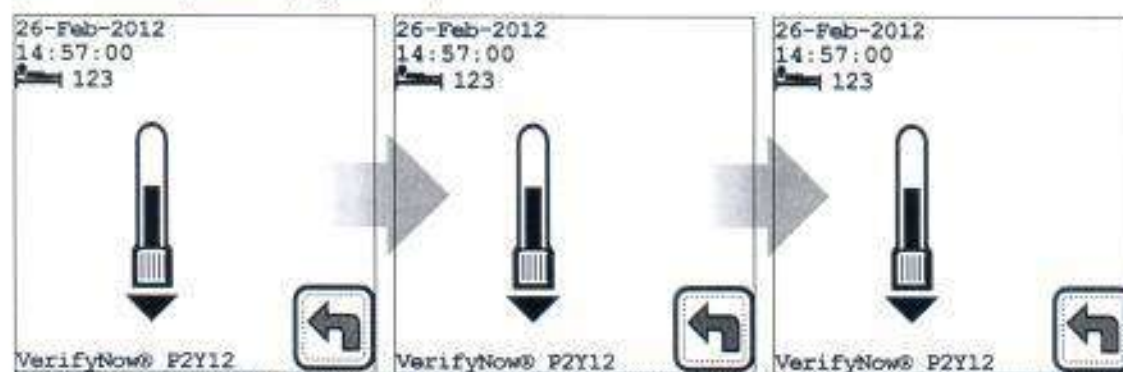

Figura 5-12 Progreso de la prueba
13. El instrumento extrae automáticamente la muestra del tubo de recolección al vacío hacia el dispositivo de prueba. Luego, el instrumento inicia el análisis. Durante este tiempo, la pantalla se iluminará de manera intermitente, indicando que la muestra se está procesando. No abra la cubierta del puerto de prueba hasta que la prueba se haya completado. Se mostrará una calculadora cuando la prueba esté a punto de completarse (Figura 5-12).